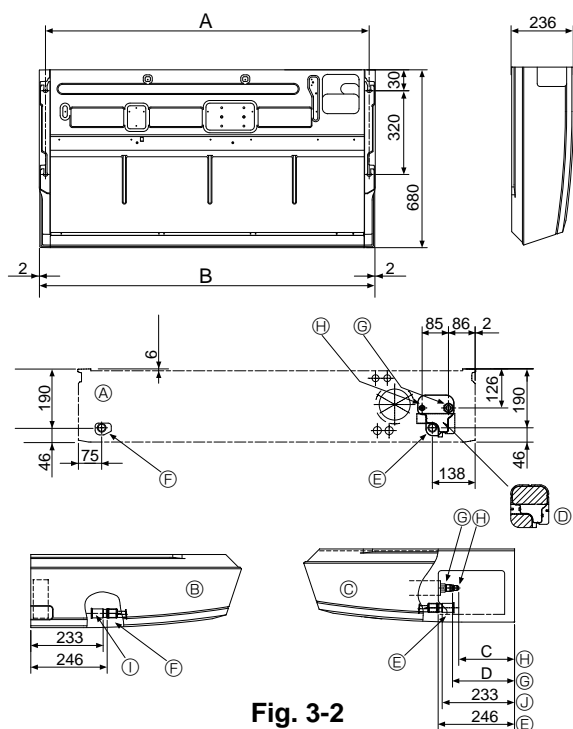

Fig. 3-2
3.2. Preparação para instalação (Fig. 3-2)